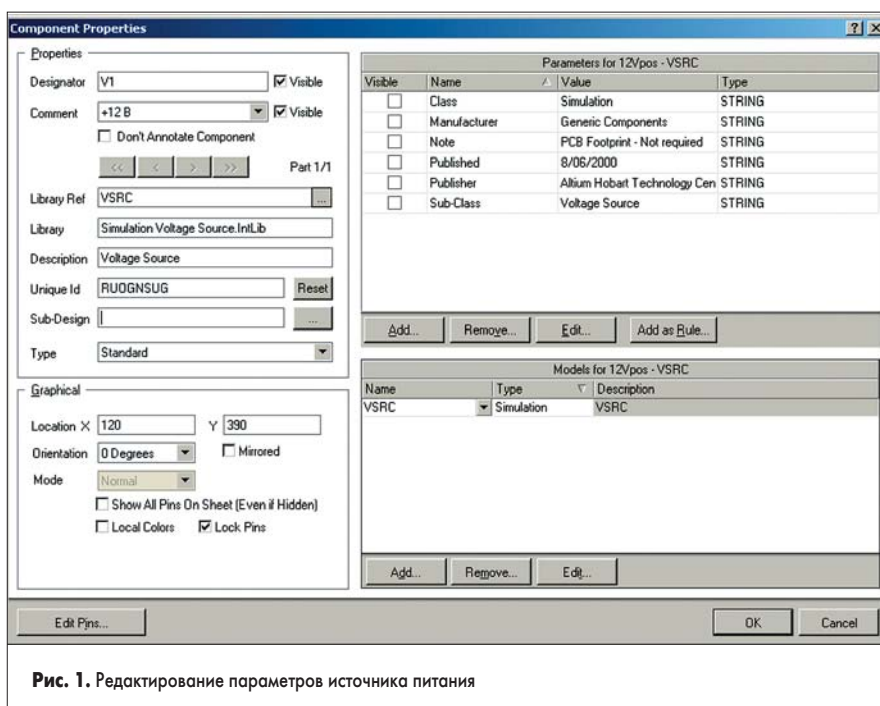
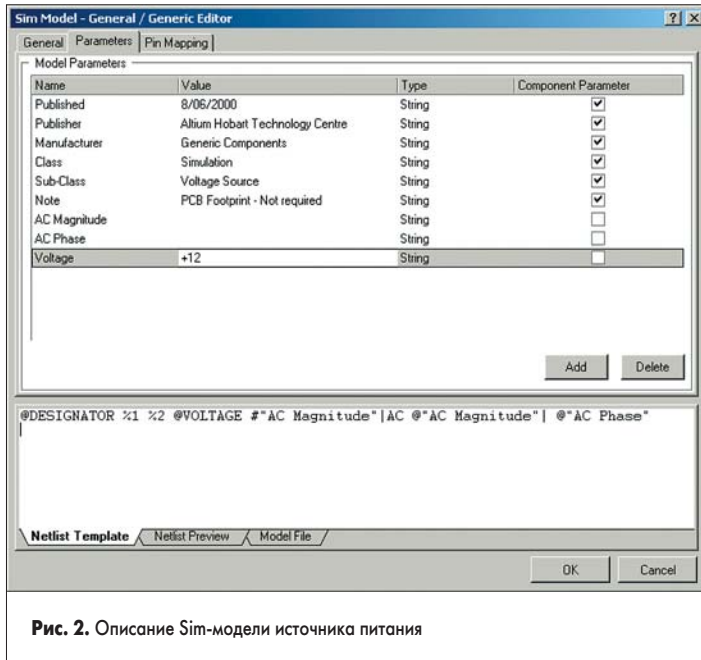

Рис. 1. Редактирование параметров источника питания
Рис. 2. Описание Sim-модели источника питания
10. Выполним двойной щелчок левой кнопкой мыши на источнике и войдем в режим редактирования его параметров (рис. 1).
13. Щелкнем левой кнопкой мыши на верхней вкладке Parameters, где приведен список параметров элемента, в том числе и Voltage, задающий выходное напряжение (рис. 2). В данном случае здесь указано значение +12, что без масштабирующего суффикса (см. Урок 1) будет воспринято как +12 Вольт. Если включить «галочку» напротив этого параметра, то он будет отображаться в списке Parameters for 12V V1 — VSRC предыдущего окна (рис. 1).